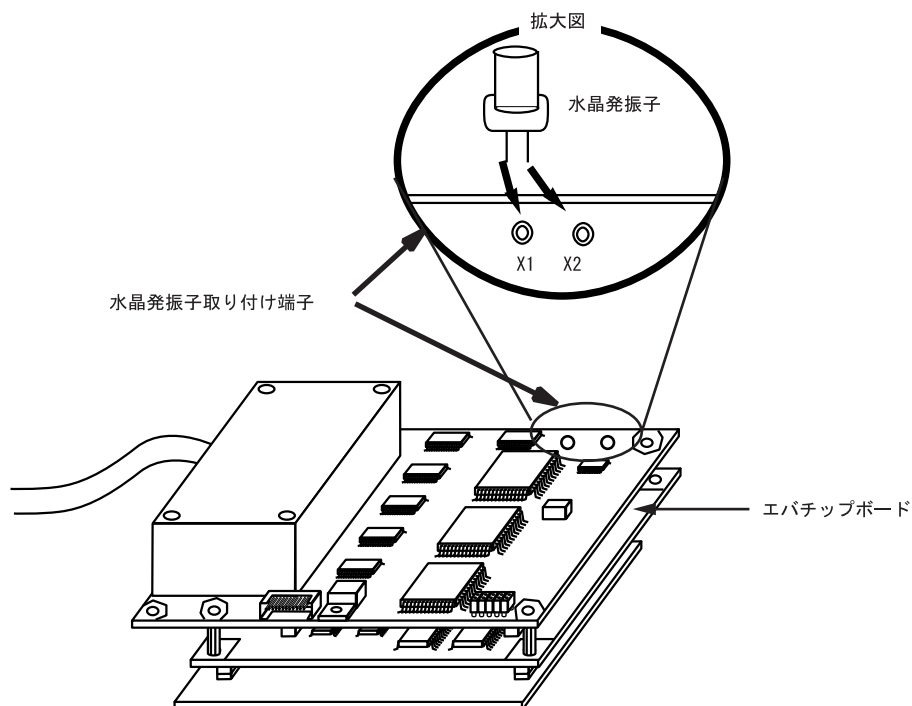

図 2-6 水晶発振子の実装方法
2. エバチップボードにある水晶発振子取り付け端子に水晶発振子を実装してください。(図2-6参照)